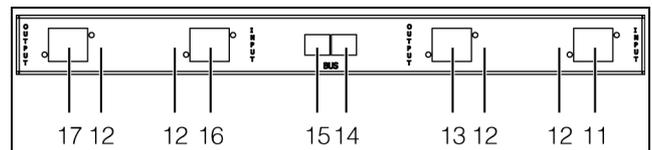

Abb. 3: Anschlüsse an der Rückseite
- Schließen Sie ein Kabel aus den o.g. Kabelanschluss-Sets am Anschluss „Verbraucher 1“ (Abb. 3, Pos. 13) sowie am Eingang des Verbrauchers selbst an.
- Verriegeln Sie den Anschlussstecker am PSM MID Messmodul mit dem zugehörigen Klemmbügel (Abb. 3, Pos. 12).
am Anschluss „Einspeisung 1“ (Abb. 3, Pos. 11) her.
- Schließen Sie ein Kabel aus den o.g. Kabelanschluss-Sets am Anschluss „Verbraucher 2“ (Abb. 3, Pos. 17) sowie am Eingang des Verbrauchers selbst an.
- Stellen Sie die Spannungsversorgung ebenfalls über ein Kabel aus den o.g. Kabelanschluss-Sets am Anschluss „Einspeisung 2“ (Abb. 3, Pos. 16) her.
- Verbinden Sie das PSM MID Messmodul über ein CAN-Bus-Verbindungskabel mit einer CAN-Bus-Schnittstelle der CMC III Processing Unit bzw. der benachbarten Komponente im CAN-Bus (Abb. 3, Pos. 14).
- Schließen Sie ggf. an der zweiten, freien CAN-Bus-Schnittstelle des PSM MID Messmoduls (Abb. 3, Pos. 15) eine weitere Komponente an (z. B. einen Sensor aus dem CMC III Zubehörprogramm).